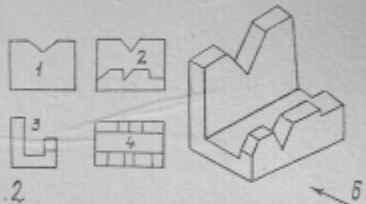

Рис. 2
2. Какой цифрой отмечен вид, выполненный по стрелке В? (рис.2)